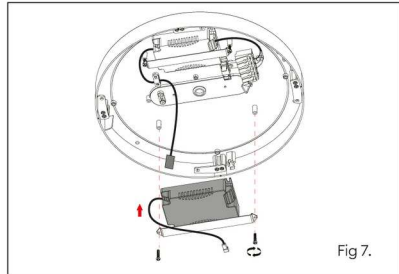

Fig 7.
- Secure driver to base section by placing under the spare driver bracket and fixing the bracket into place using the screw removed in stage 1. Ensure driver is secure by checking both bracket screws (fig 7).
- Fixez le driver à la base en le plaçant sous la bride de sécurité ; mettez la bride en place à l'aide de la vis retirée à l'étape 1. Vérifiez les deux vis de la bride pour vous assurer que le driver est sécurisé (fig. 7).